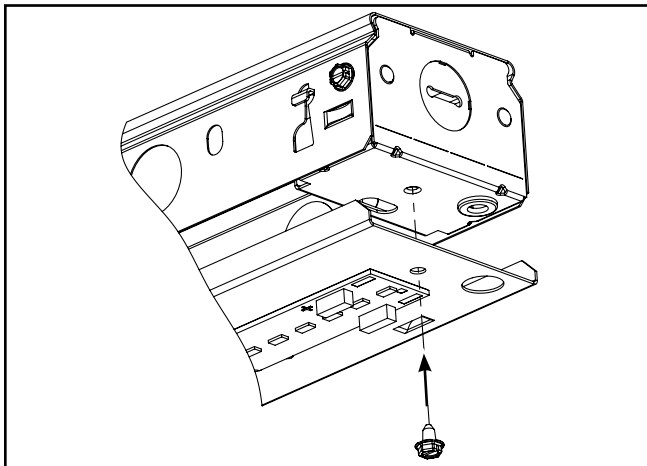

Figure 1.
3. Installez les protecteurs du canal à l'aide des vis fournies (Figure 1.).